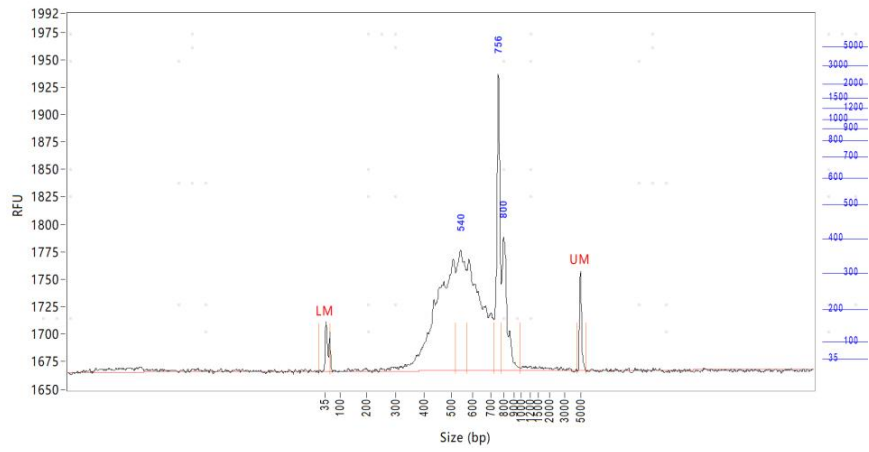

图 8 全长免疫受体富集文库质检图
3. 质检图参照图 8，主峰片段范围须在 500bp-650bp 之间，30bp-400bp 占比<10%，富集文库会出现 800bp 打不断的片段，属于正常现象，特异峰占比应不超过 45%。若存在 200bp 左右小尖峰凸起，可 0.8 $\times$ 纯化后送测。